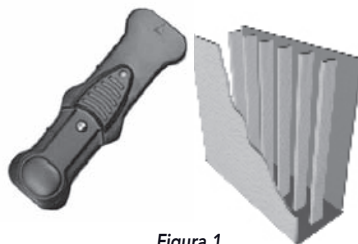

Figura 1
- 1a. Ubicación de los travesaños en la pared: sirviéndose del detector de travesaños, busque un lugar adecuado para la colocación del soporte (figura 1). Se recomienda usar la parte central del travesaño y comprobar con un clavo que se ubicó el mismo. La base debe fijarse al menos a dos montantes para garantizar una instalación correcta y segura. Los brazos de inclinación se ajustan horizontalmente hasta 8 pulgadas hacia la derecha y la izquierda luego de determinar la posición deseada para ver el televisor.